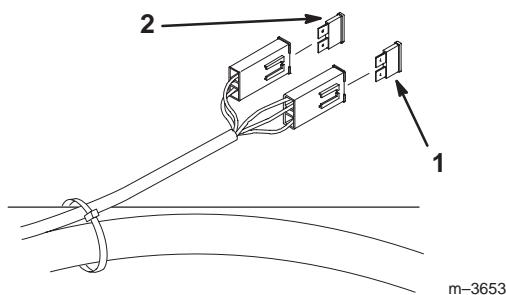

Figure 62
- Déverrouillez et soulevez le siège pour accéder au porte-fusibles (Fig. 62).
- Remplacez le fusible (Fig. 62).